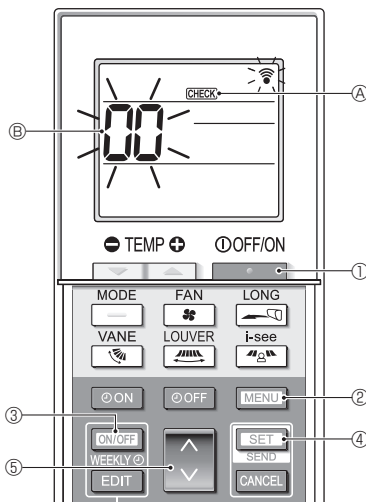

Fig. 7-6
7.3.2. Для беспроводного пульта дистанционного управления (Fig. 7-6)
- Нажмите кнопку [ON/OFF] ①, чтобы остановить работу кондиционера воздуха.
- Если недельный таймер активирован (есть надпись WEEKLY), нажмите кнопку [ON/OFF WEEKLY] ③ для отключения таймера (нет надписи WEEKLY).
- Нажмите и удерживайте в течение 5 секунд кнопку [MENU] ②.
- Нажмите кнопку [MODE] ⑤, чтобы выбрать адрес хладагента (адрес M-NET) ⑥ внутреннего блока, для которого вы хотите выполнить самодиагностику.
- Нажмите кнопку [SET] ④.
- Нажмите кнопку [ON/OFF] ①.
- Надпись CHECK ④ и адрес хладагента (адрес M-NET) ⑥ исчезают; самодиагностика завершена.